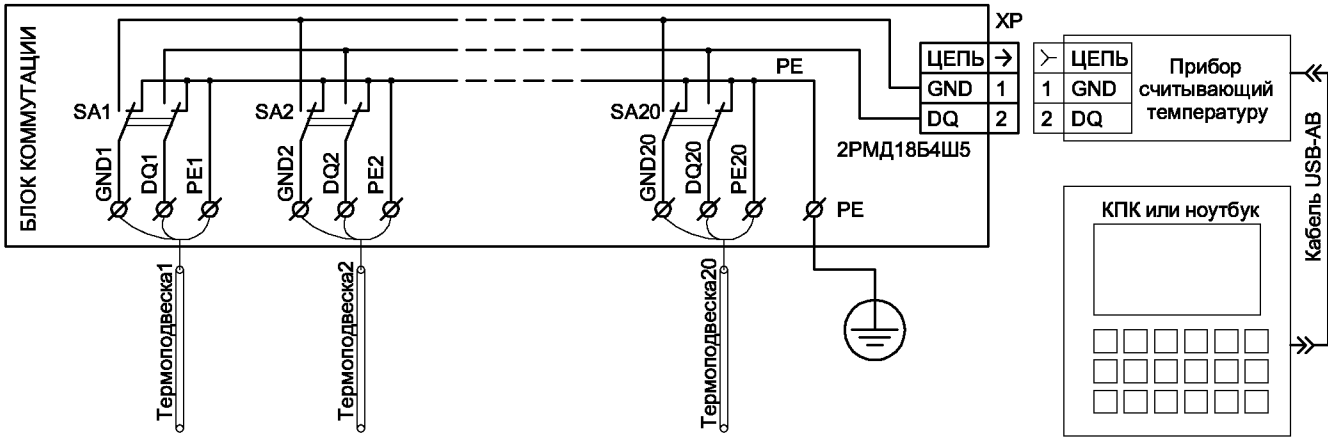

Рисунок 2.2 - Схема электрическая блока коммутации
- подключить кабели согласно схеме см. рисунок 2.2